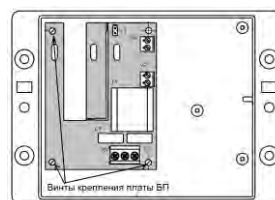

Рис.2 – Схема монтажа БП/ВКТ-7 в корпусе вычислителя
1. Установить плату БП в нижней части корпуса вычислителя и закрепить на 4 винта (рис.2).
- 3.Установить плату БП (с БАТ) в нижней части корпуса вычислителя и закрепить на 4 винта (рис.2).